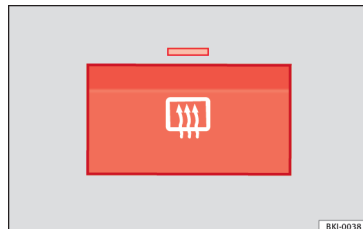

Abb. 146 Bei den Bedienelemente der Klimaanlage: Schalter für Heckscheibenheizung.
- Drücken Sie den Schalter für die Spiegelheizung  »» **Abb. 146**.